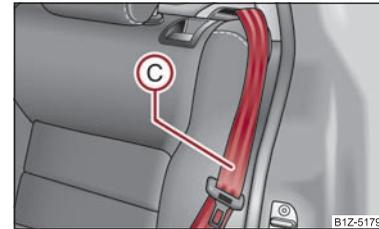

Fig. 61 Verrouiller le dossier
- Mettez la ceinture de sécurité latérale AR ① derrière le bord de l'habillage latéral ⇒ fig. 61.